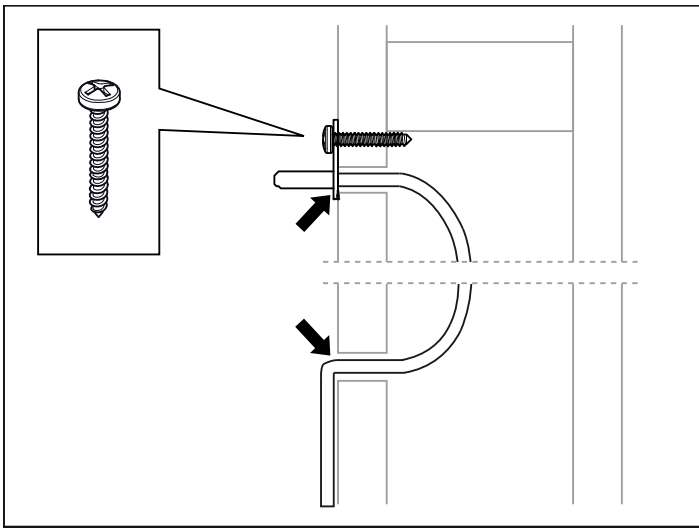

Afb. 13: Sluitbouten van de beugels
12. Borg de kachel op zijn plek met de sluitbouten, zie afb. 13.